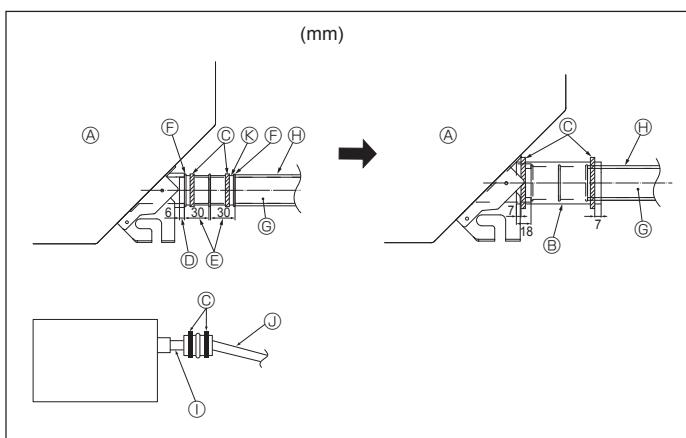

Fig. 5-2
- Kople avløpsmuffen (følger med enheten) til avløpsåpningen. (Fig. 5-2)